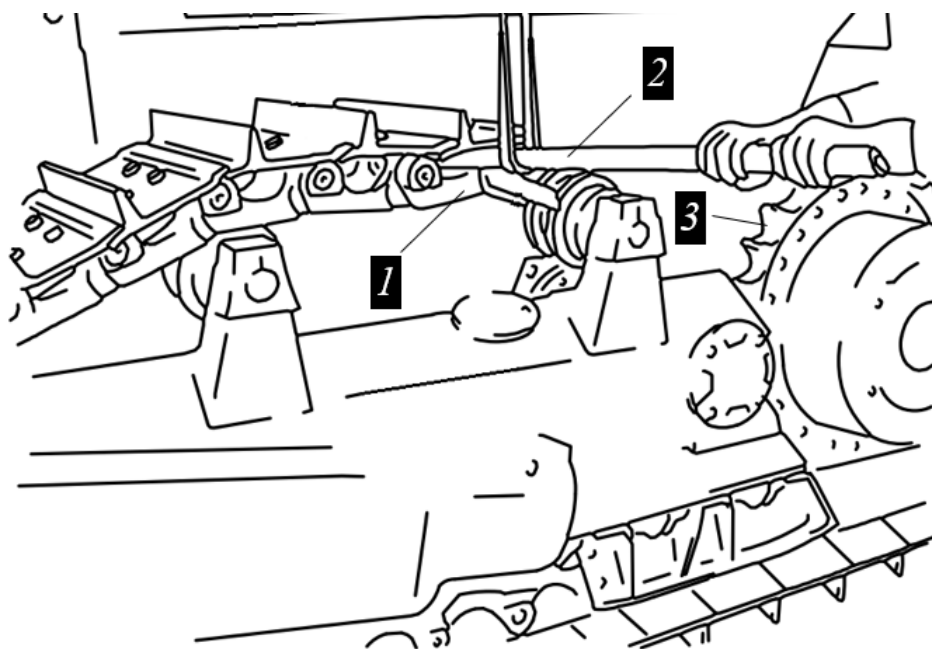

Рисунок 3.132. Процесс установки гусеницы на тележку
Со стороны направляющего колеса к замыкающему полузвену 1, любым удобным способом привязать один конец троса или канат 2, рис. 3.132.
- ▶ Другой конец троса/канат закрепить к звездочке бортового редуктора. 3, рис. 3.132.